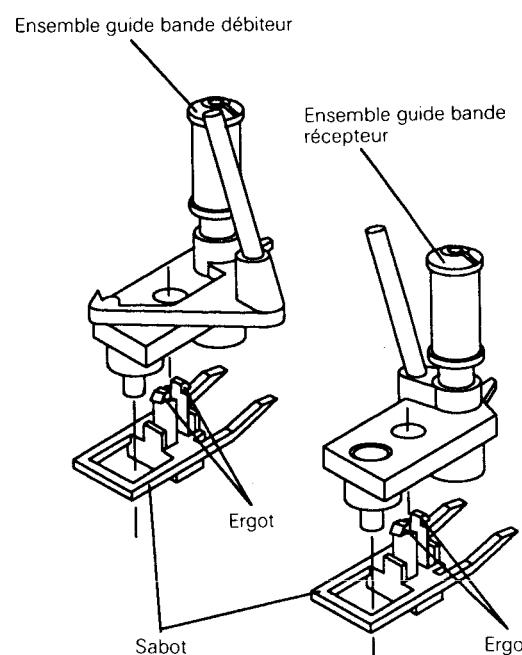

Fig. 2-17-4
- I. Démonter les ergots des sabots guide bande récepteurs et débiteurs et retirer les ensembles guide bande et les sabots. (Voir Fig. 2-17-4)
## 2-17-2 REMONTAGE (Voir Fig. 2-17-4)